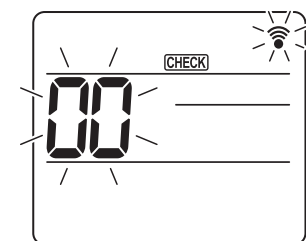
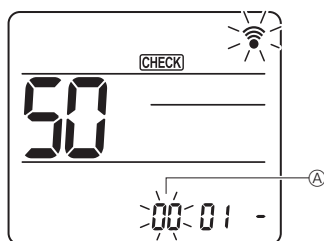
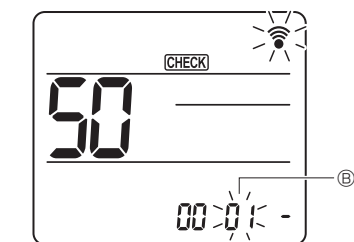
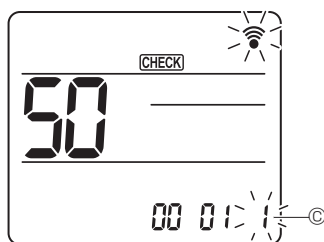

Fig. 7-16
Fig. 7-17
Fig. 7-18
Fig. 7-19
7.4.2. С помощью беспроводного пульта дистанционного управления (Fig. 7-16, Fig. 7-17, Fig. 7-18, Fig. 7-19)
- ① Переход в режим выбора функции
Загорится [CHECK] (ПРОВЕРКА), будет мигать “00”. (Fig. 7-16)
Для установки номера блока пользуйтесь кнопками [A]. (Fig. 7-17)
Для установки номера режима пользуйтесь кнопками [B]. (Fig. 7-18)
Для смены номера настройки пользуйтесь кнопками [C]. (Fig. 7-19)